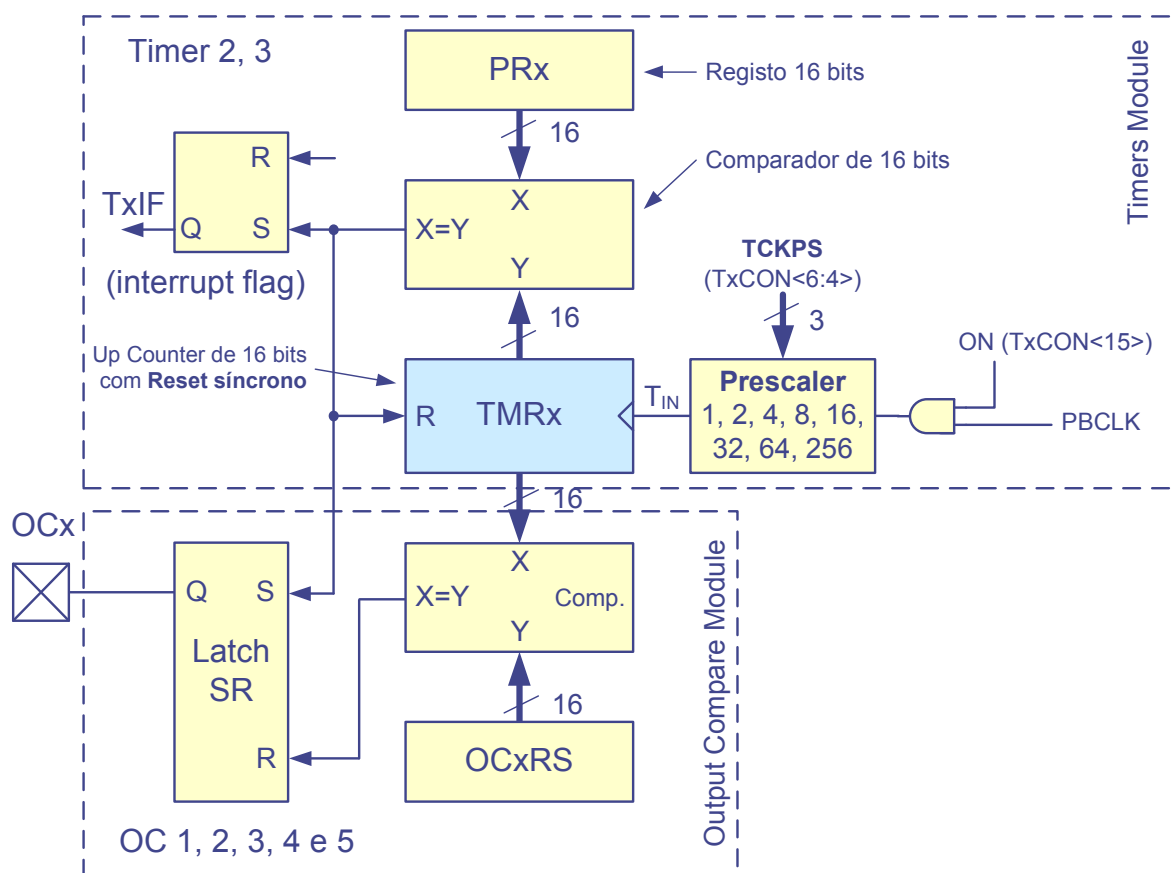

Figura 14. Diagrama de blocos do sistema de geração de sinais PWM.
No PIC32 a geração de sinais PWM é efectuada usando os *timers* T2 e T3 e o *Output Compare Module* (OC). A Figura 14 apresenta o diagrama de blocos do sistema de geração de sinais PWM, onde se evidencia a interligação entre o módulo correspondente aos *timers* T2 e T3 e o módulo OC.